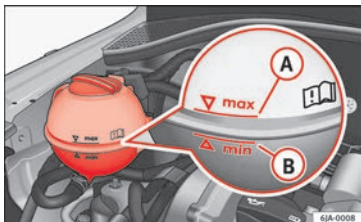

Fig. 208 Compartiment-moteur : réservoir de liquide de refroidissement.
- Contrôlez le niveau de liquide de refroidissement dans le vase d'expansion » **fig. 208**. Lorsque le moteur est froid, le niveau de liquide de refroidissement doit se trouver entre les marques **B** (min.) et
- Couvrez le bouchon du vase d'expansion du liquide de refroidissement avec un chiffon » **fig. 208**, puis dévissez-le **avec précaution**.
Ne remplissez pas le réservoir de liquide de refroidissement au-delà de la marque **A** (max.) » **fig. 208** ! L'excès de liquide de refroidissement est expulsé du système de refroidissement lorsqu'il est réchauffé par la soupape de surpression située dans le bouchon de fermeture du vase d'expansion du liquide de refroidissement.